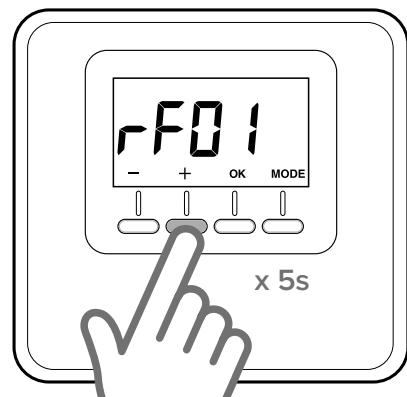

Fig. 18
- Apăsați din nou tasta “+” pentru 5 secunde pentru a accesa parametri tehnicii, ecranul afișează parametrul “rF01” (Fig. 18)